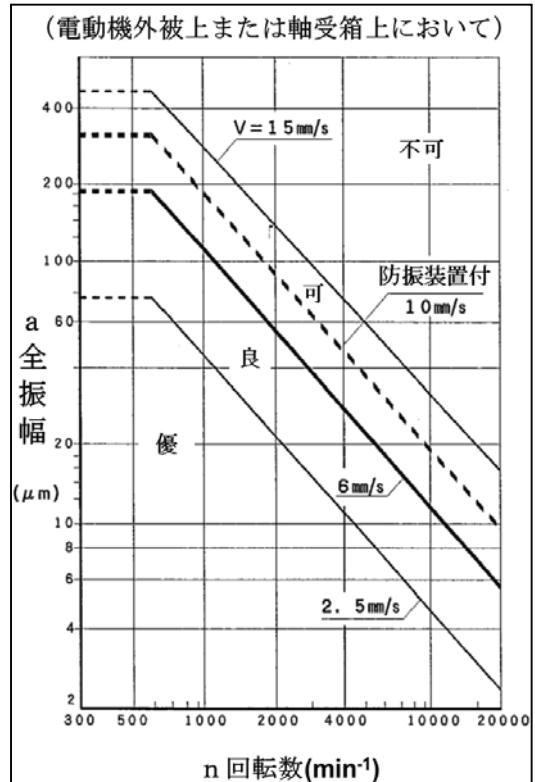

図5 振動許容値
- (1) 軸流送風機の風量、電流、振動、騒音などが平常と極端に異なる場合は、事故の前兆ですので、早急に詳細点検・整備してください。そのために、運転日誌をつけることをおすすめします。
- (2) 専用ドライバーの接点・端子などのゆるみ、水滴などの付着がないかどうか、確認してください。
- (3) 振動が大きい場合は、取付ボルト、基礎ボルトの緩み、羽根車への氷の付着、軸受の損傷等が原因ですので運転を停止して点検して下さい。振動の許容範囲は、JIS B 8330 の良以内であれば、正常運転です。（図5 参照）
- (4) 振動と同じく音響も運転状態を判定する重要な要素です。回転体が接触する金属音の時は、直ちに運転を停止して下さい。
- (5) 定期点検は少なくとも1年に1度は行ってください。
- (6) 羽根車は大切にして下さい。物をぶつけたり、異物をつけたまま運転するとバランスがくずれ、故障の原因になります。
- (7) 羽根車、軸等の腐食・磨耗を確認してください。
- (8) 軸流送風機の清掃、錆止め等の補修をしてください。
- (9) 羽根車と軸の嵌合部にガタツキがないことを確認してください。